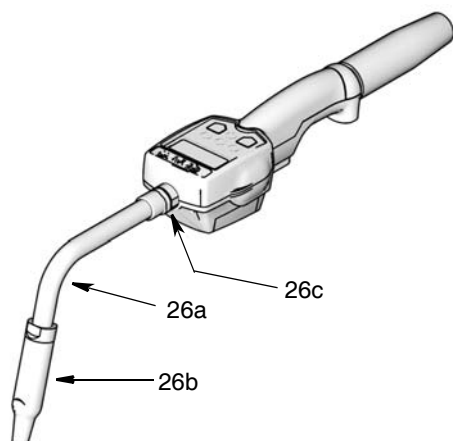

ABB. 7
2. Das Verlängerungsfitting (26c) in die Ausgabe der Dosierung mit mindestens drei vollen Umdrehungen einschrauben. (ABB. 7).